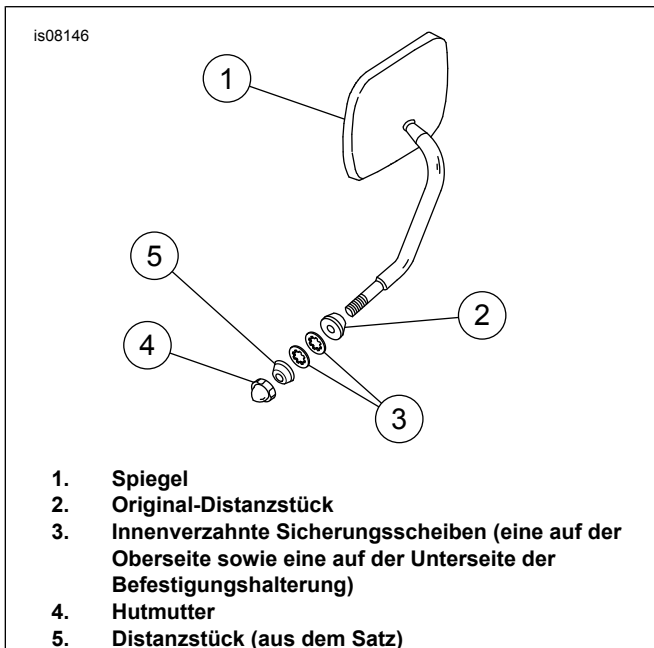

Abbildung 2. Einbau des rechten Spiegels
- f. Siehe Abbildung 2. Mit der Hutmutter aus dem Satz den rechten Spiegel befestigen. Wenn das Gewinde in der Hutmutter bereits vor dem Festziehen anstößt, das zweite Distanzstück aus dem Satz an der dargestellten Position einsetzen.